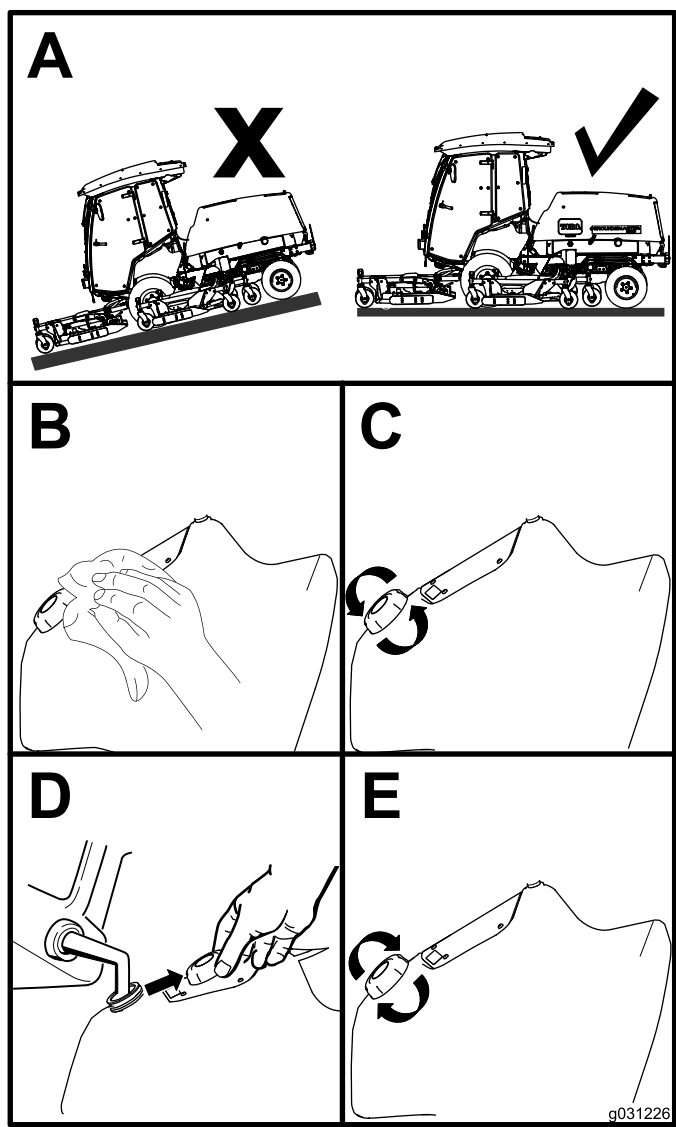

Figura 16
1. Estacione la máquina en una superficie nivelada (Figura 16).